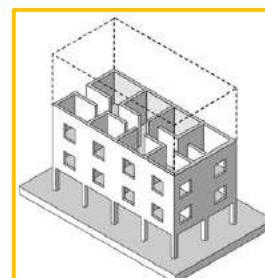

Figura 30
2. **Sistemas mixtos:** pórticos y muros estructurales, con interrupción de los muros en la PB o en uno de los pisos intermedios. Se ilustra en la figura 30